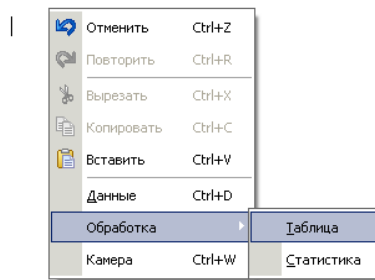

Рис.8
6. Перейдите на вкладки с графиками зависимости изменения температуры жидкостей от перепада температур по обе стороны от стенок ампулы (вкладки $dT_1 = f(T_2 - T_1)$ и $dT_2 = f(T_2 - T_1)$) и проанализируйте ход этих зависимостей. Используя выпадающие списки с набором типов функций, для описания экспериментальных данных в верхнем левом углу вкладки (рис.8), выясните, выполняется ли гипотеза о пропорциональности мощности теплообмена между жидкостями разнице температур жидкостей по разные стороны от стенки пластиковой ампулы. Использование кнопки  инициирует компьютерный подбор таких коэффициентов A и B для выбранного вами вида функции, чтобы график функции наилучшим образом¹ описывал экспериментальную зависимость (рис.7). Числовые значения подобранных коэффициентов отразятся в верхнем левом углу окна с графиком.
1. Перейдите в окно формирования отчета (кнопка ). Отчет формируется в виде ttf – файла с использованием заложенного в этом разделе инструментарий. Вставьте в отчет рисунки, таблицы, используя меню появляющееся на рабочем поле по нажатию правой кнопки мыши (рис.8).